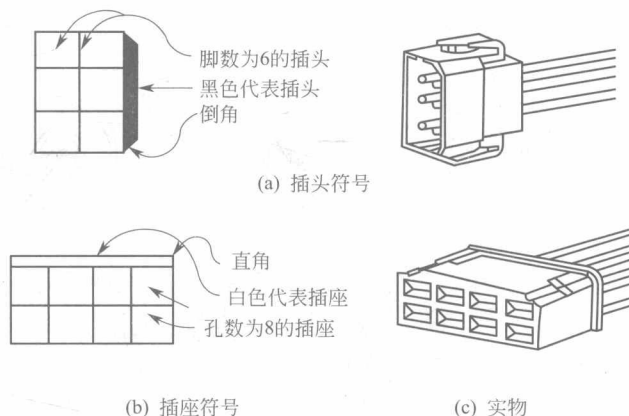

图 1-3 插接器的表示方式和实物示意图
插接器的表示方式如图1-3(a)、(b)所示(这里仅以6线插头和8线插座为例,其他插头或插座的表示方法与此类同,仅是导线数量不同),图1-3(c)为其实物示意图。
① 插头的识别 如图1-3(a)所示,一般在表示插头脚数的方格(长方格或正方格)的
② 插座的识别 如图 1-3(b) 所示，一般在表示插座脚数的方格（长方格或正方格）的一边用白色（不涂黑色）画一个不倒角或倒角的长方框，方格的数量表示插座的引脚数。